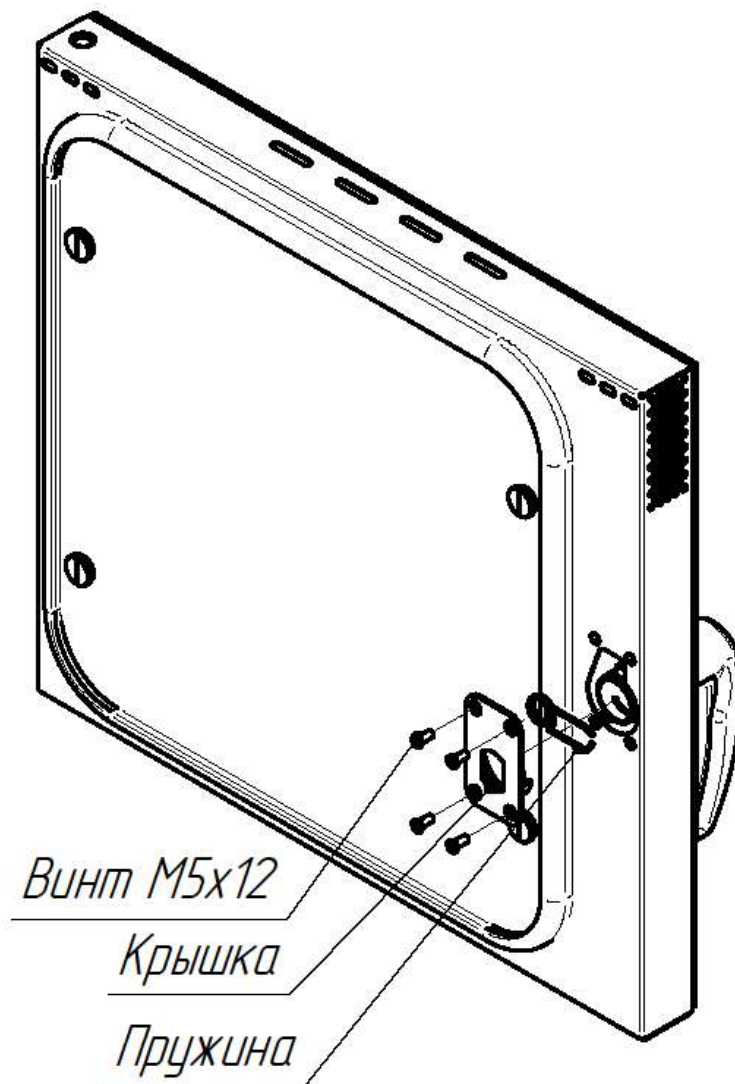

Рис.6. Ремонт замкового устройства
- по мере необходимости, поверните затвор стекла двери (рис.6) и откройте внутреннее стекло.
Для замены пружины замкового устройства (см. рис.6) необходимо: